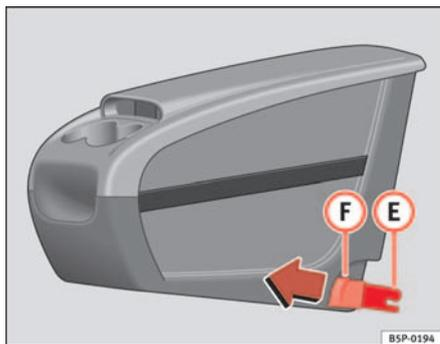
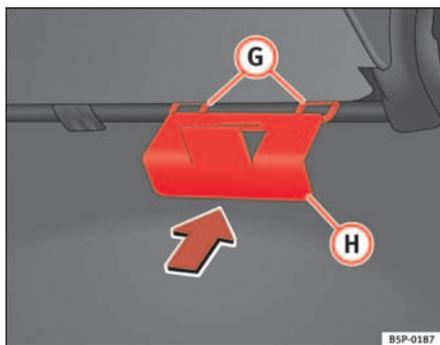

Fig. 109 Portaobjetos móvil. Montaje
Fig. 110 Placa de fijación del portaobjetos móvil
- Coloque desde el interior del vehículo, la placa de fijación (H) ⇒ fig. 110 del portaobjetos móvil, por la parte posterior del asiento. Debe estar situada entre el respaldo y el cojín, en la zona de la plaza central.
- Encare las dos piezas de fijación (E) ⇒ fig. 109, con las dos anillas de fijación (G) ⇒ fig. 110 y presione con fuerza hasta que las dos pinzas clipen totalmente con las anillas.
- Tire de cada uno de los botones ⇒ fig. 109 (F) de las pinzas (botones rojos) hacia delante, hasta oír que ha desclipado.